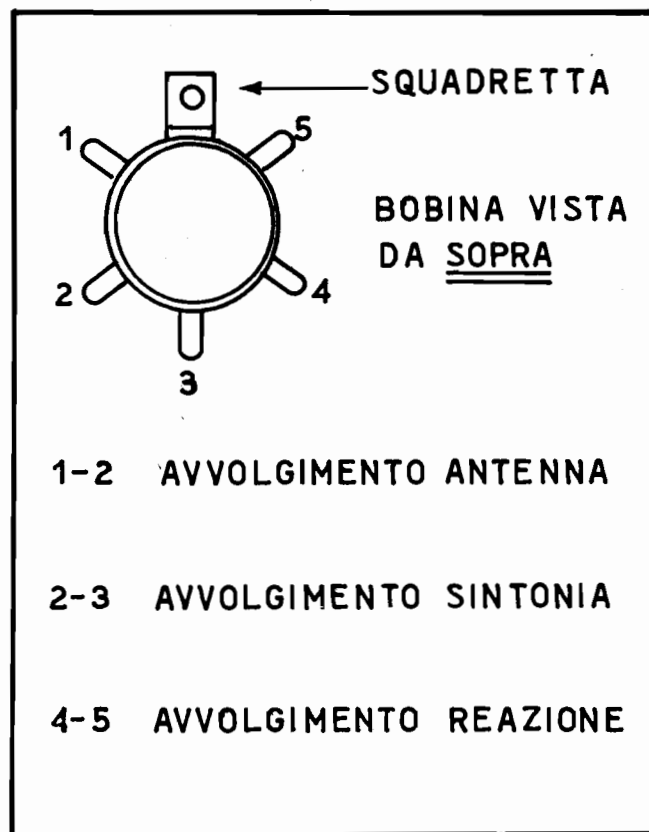

Fig. 8
- se il condensatore è già stato provato e le lamine non sono in corto circuito, e la tensione sulla placca della 6TE8 è giusta, occorre controllare la continuità fra i capicorda 4 e 5 della bobina di alta frequenza (fig. 8).
- controllare con l'ohmmetro la continuità dell'avvolgimento di sintonia (capicorda 2 e 3 della bobina di A.F. (fig.8).